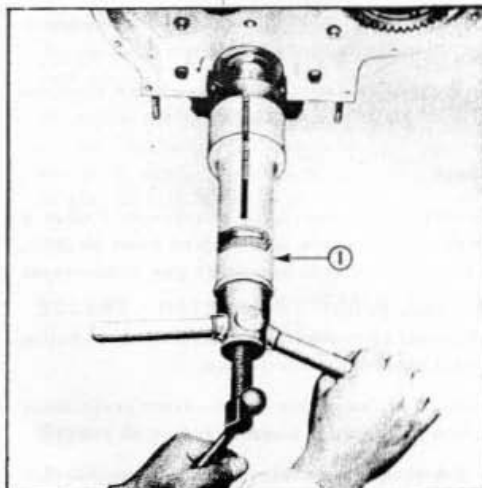

Fig. 17 = Reprise du Pignon de vilebrequin
3. Visser le boulon central de l'outil de repose de pignon de vilebrequin (Outil N° T.6103) dans l'adaptateur et fixer l'outil semi-circulaire de positionnement de clavette (T.6103-1/b). Le bossage se trouvant sur la surface de cet outil de positionnement doit être complètement engagé dans la boutonnière du corps de l'outil de positionnement doit être engagé sur la clavette du vilebrequin (FIG. 17).